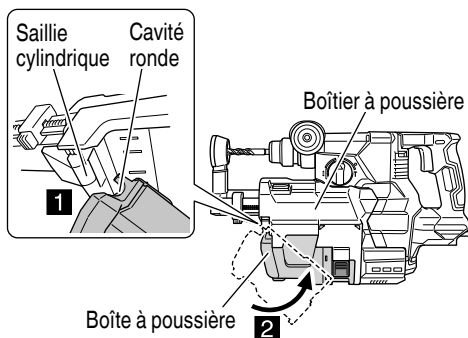

Fig. 17
- (4) Assurez-vous que le filtre est correctement positionné.
- (5) Fixez la boîte à poussière au boîtier à poussière. (Fig. 17)